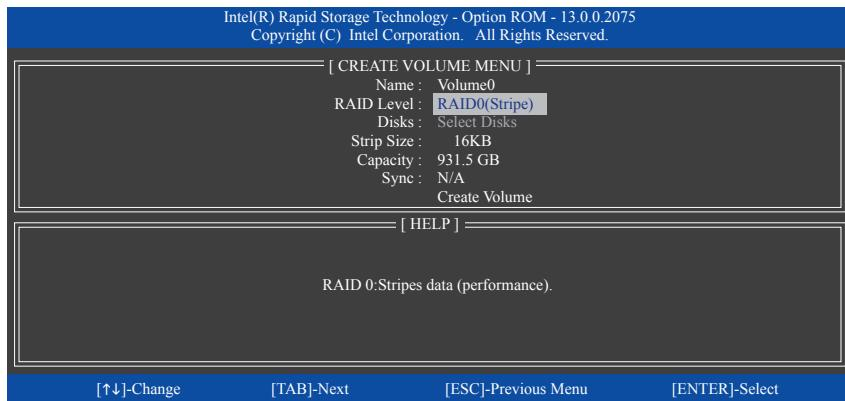

図 11
**CREATE VOLUME MENU** スクリーンに入った後、**Name** の項目で 1~16 文字(文字に特殊文字を含めることはできません)のボリューム名を入力し、<Enter> を押します。次に、RAID レベルを選択します(図 11)。サポートされる RAID レベルには RAID 0、RAID 1、リカバリ、RAID 10、と RAID 5 が含まれています(使用可能な選択は取り付けられているハードドライブの数によって異なります)。<Enter>を押して続行します。